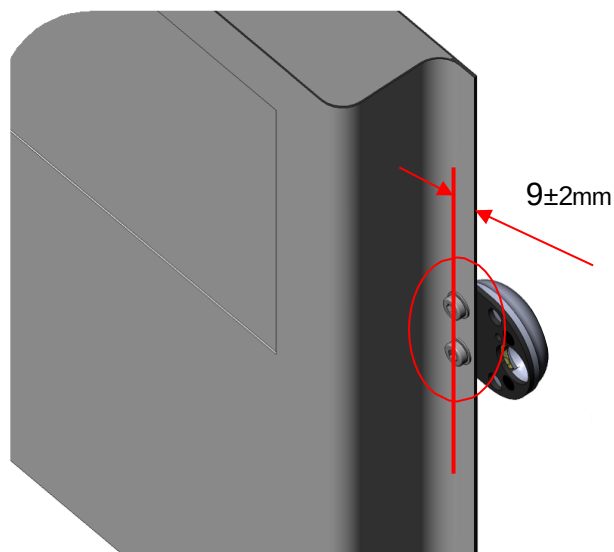

Abb.5
- Die Position der ersten beiden 8-mm-Löcher liegt etwa 9 ± 2 mm von der senkrechten Kante der zu öffnenden Tür entfernt (siehe Abb. 5). Dies ist eine sehr widerstandsfähige Fläche der Hecktür. Die angegebene Toleranz soll sicherstellen, dass der Zylinderkopf des M8-Stifts innerhalb der Kante positioniert wird und niemals darüber hinausragt.
Das Schlossgehäuse wird in der Regel befestigt, indem am Außenrand der Tür Löcher gebohrt und zwei M8-Stifte mit Linsenkopf verwendet werden. Prüfen Sie vor dem Bohren, ob der Kopf des M8-Stifts innerhalb der Kante liegt (siehe Abb. 5).